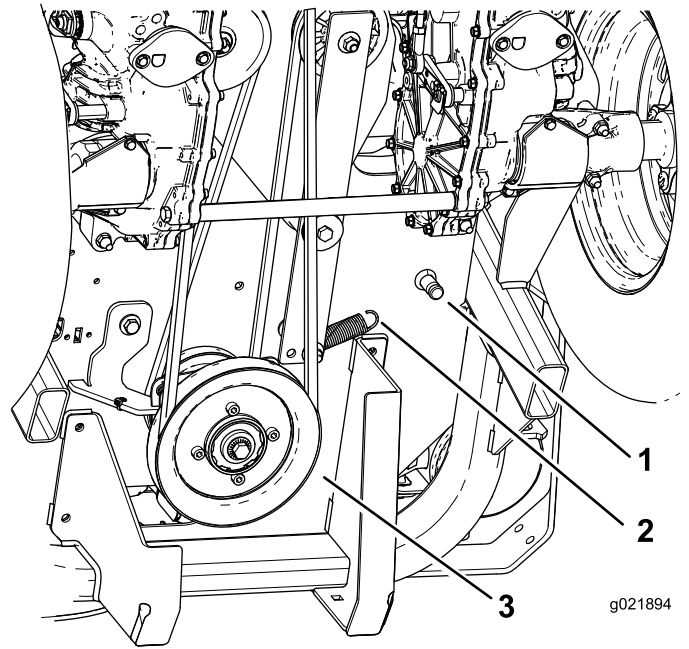

Figura 8
5. Desenganche el muelle de la clavija del muelle tensor (Figura 8). De esta manera se alivia la tensión sobre la correa de la bomba hidráulica.
8. Enganche el muelle en la clavija del muelle tensor (Figura 8).